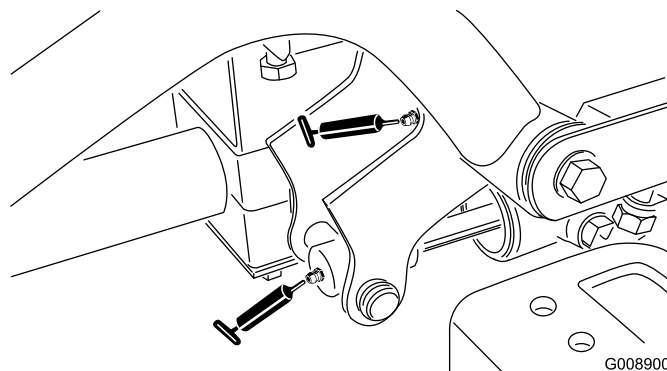

Figura 34
- Articulação do braço de elevação dianteiro esquerdo e cilindro de elevação (2) (Figura 34)